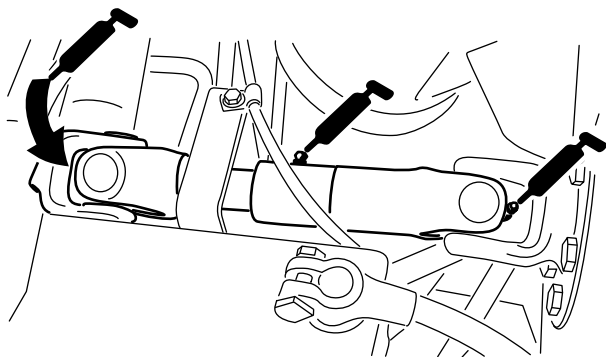

Figura 42
- Giunto ad U del semiasse fra motore e pompa (3) (Figura 42)